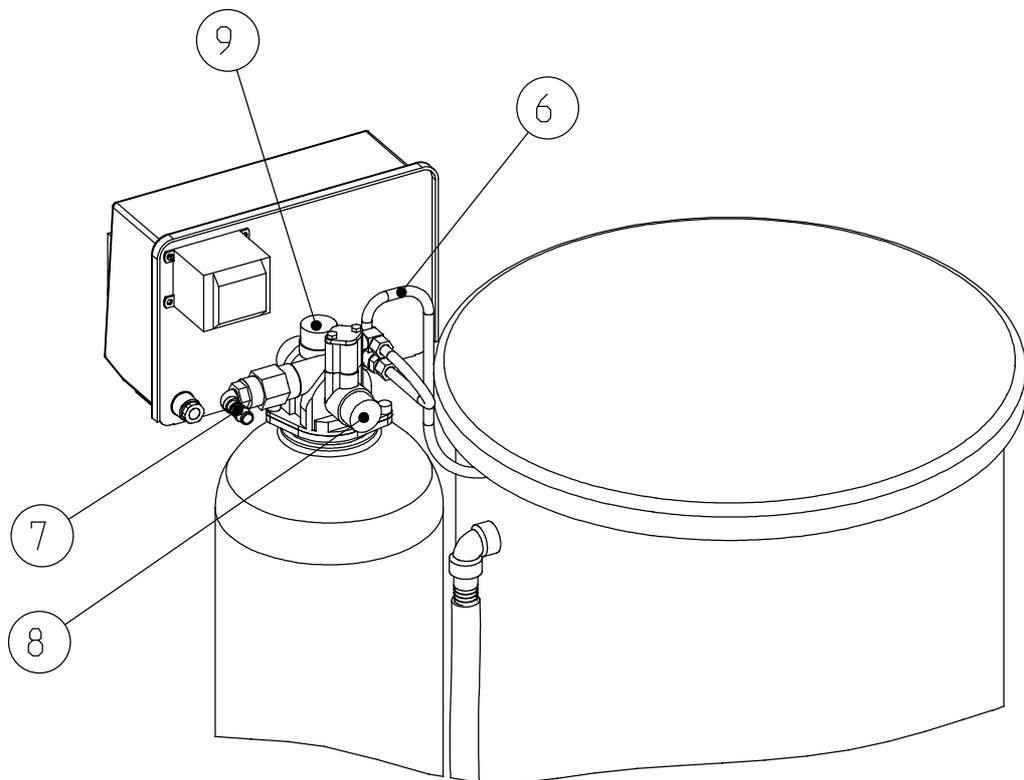

Abb. D-1 (b): Enthärtungsanlage GENO-mat® ZF, Hinteransicht
Bei der Installation der Enthärtungsanlage GENO-mat® ZF sind bestimmte Regeln in jedem Fall einzuhalten. Zusätzliche Empfehlungen erleichtern die Arbeit mit der Anlage. Die hier beschriebenen Installationshinweise sind in Abb. D-1 illustriert.
Siehe dazu Abb. D-1 (b), Position 8.
1. Wasseranschluss entsprechend Aufstellungszeichnung (Abb. D-1 (a) und (b)) herstellen. Dabei die Vorgaben und Empfehlungen in Abschnitt 1 beachten.
Maße in Abb. D-1 (a); Auszug aus Tabelle D-1